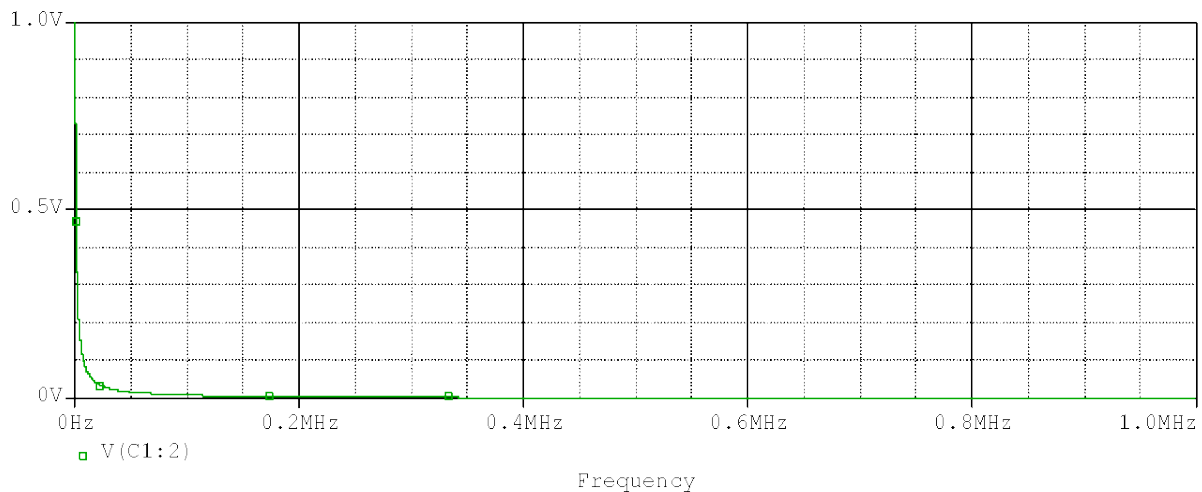

Рисунок 5.6 – Частотна характеристика фільтра нижніх частот з лінійним масштабуванням координатної осі X
13. Підтвердьте вибір лінійного масштабування осі X і подивіться, як тепер виглядає на діаграмі частотна характеристика (рис. 5.6).
З рис. 5.6 стає зрозуміло, чому лінійне масштабування осі частоти не використовується в радіотехніці: смугу пропускання фільтра практично не видно.